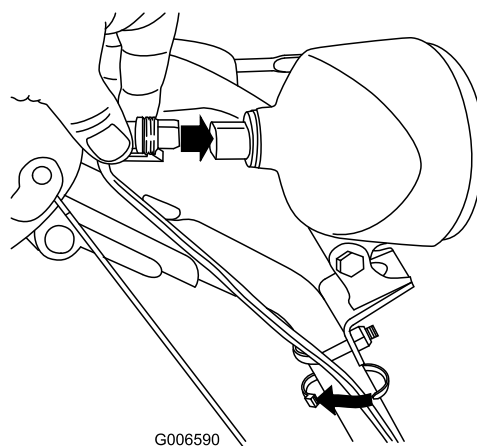

Figure 56
6. Branchez le connecteur du fil directement à l'arrière du phare en l'enfonçant bien en place (Figure 56).